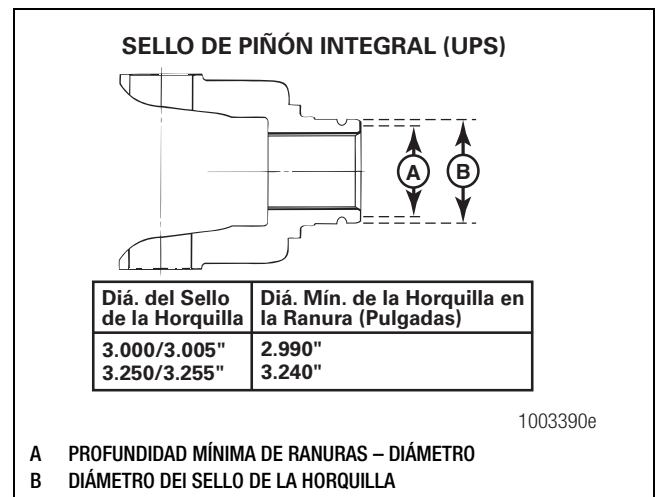

Figura 5.33
- **Si encuentra ranuras en la horquilla:** Use calipers para medir los diámetros de las ranuras. Si cualquier diámetro de ranura mide menos que las dimensiones indicadas en la Figura 5.33, reemplace la horquilla.